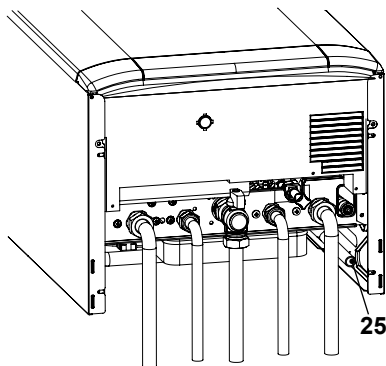

Figura 5.4
- Collegare lo scarico della valvola di sicurezza 25 ad un imbuto di scarico Figura 5.4.